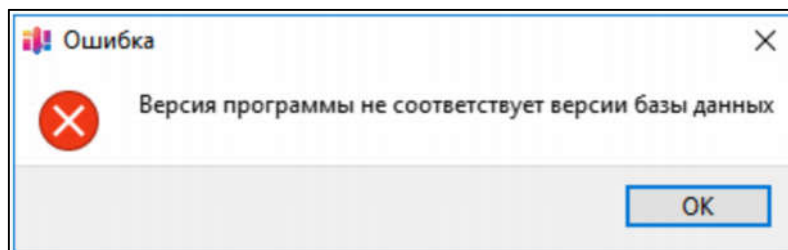

Рисунок 14.2 – Сообщение об ошибке
- 2) Если при запуске «Astrosoft.exe» появляется такое сообщение об ошибке (см. рисунок 14.2):